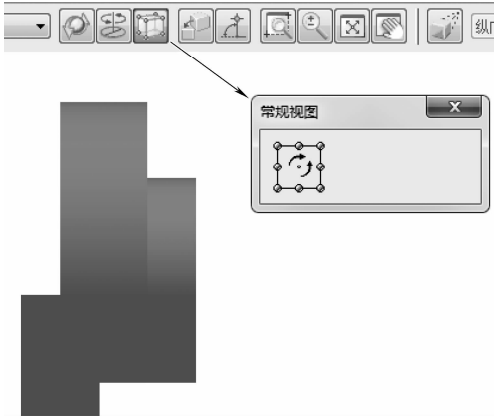
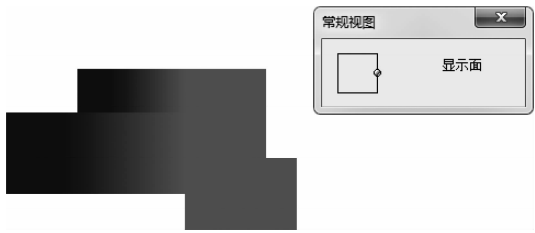

图 9-167 初始方向
图 9-168 调整后方向
(3) 在弹出的【定制方向】中，用鼠标左键将【零件】拖动到想要放置的方位，也可以单击菜单栏中【常规视图】按钮，可以精确地调整视图视角，如图 9-167 所示移动到图 9-168 所示位置，再单击【关闭】按钮。